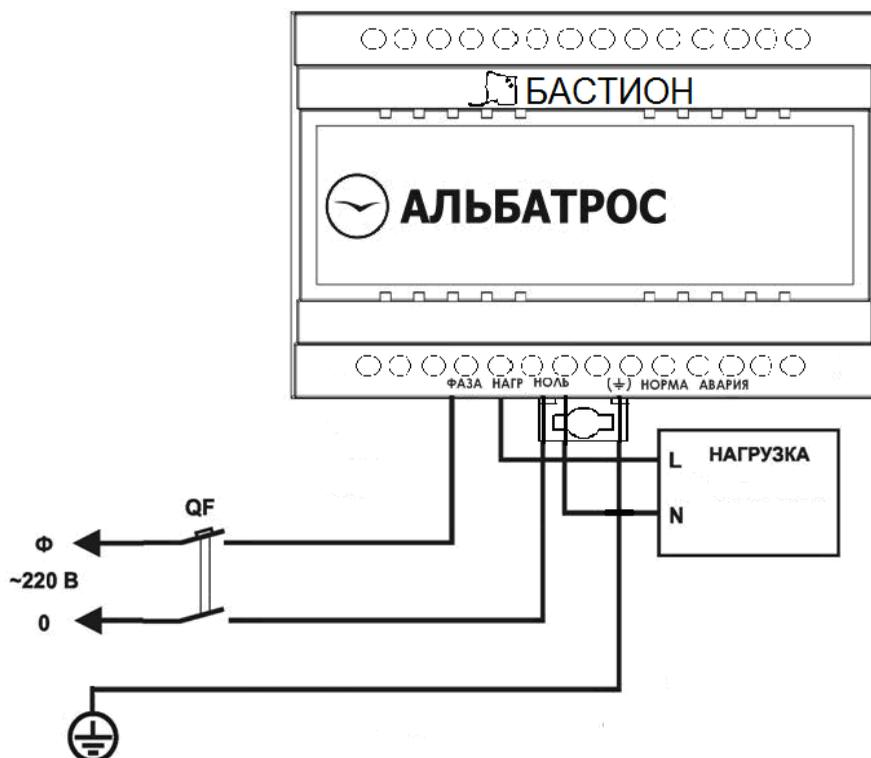

Рисунок 3 – Схема подключения изделия и нагрузки 2-го класса (соблюдение фазировки не требуется)
Через автоматический выключатель QF, рассчитанный на ток 6А подключите блок и нагрузку в сеть, руководствуясь схемой (см. рисунок 3, 4). При подключении блока следите за тем, чтобы автоматический выключатель находится в выключенном состоянии.
- Проверьте правильность произведенного подключения (см. рисунок 3,4).